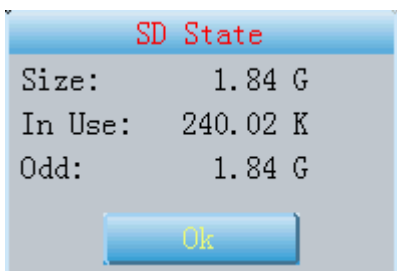

Fig. 13-2-3
- 2 **M** Cliccare questa icona per verificare lo stato della SD card, come da Fig.13-2-3.